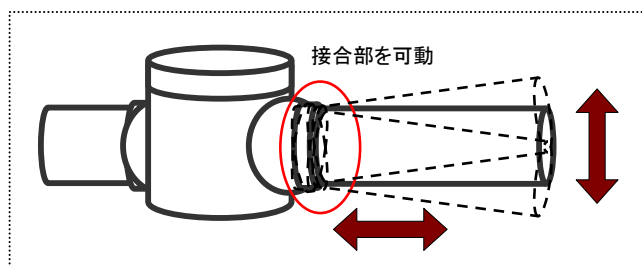

図 8-5-2 可撓（かとう）継手の例
- 管渠の接続部分を可撓(かとう)継手により連結する(亀裂等の発生率を低減する; 図8-5-2 参照)